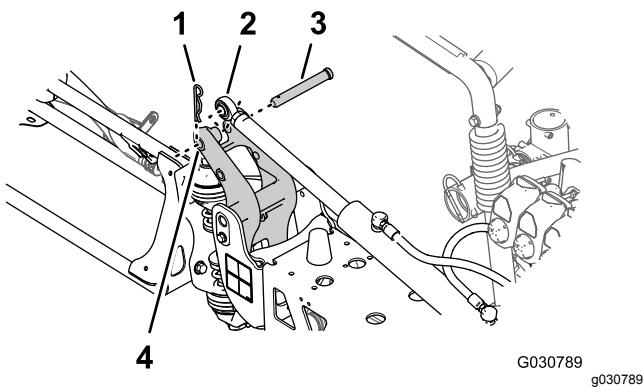

Figura 122
- Alinhe a extremidade da barra do cilindro de elevação com o orifício de 25 mm na protusão da união da articulação (Figura 122).
7. Prenda o cilindro de elevação à união da articulação com o passador de forquilha e o perno de gancho (Figura 122) que retirou no passo 2 de Retirar os cilindros de elevação \(pagina 21\).